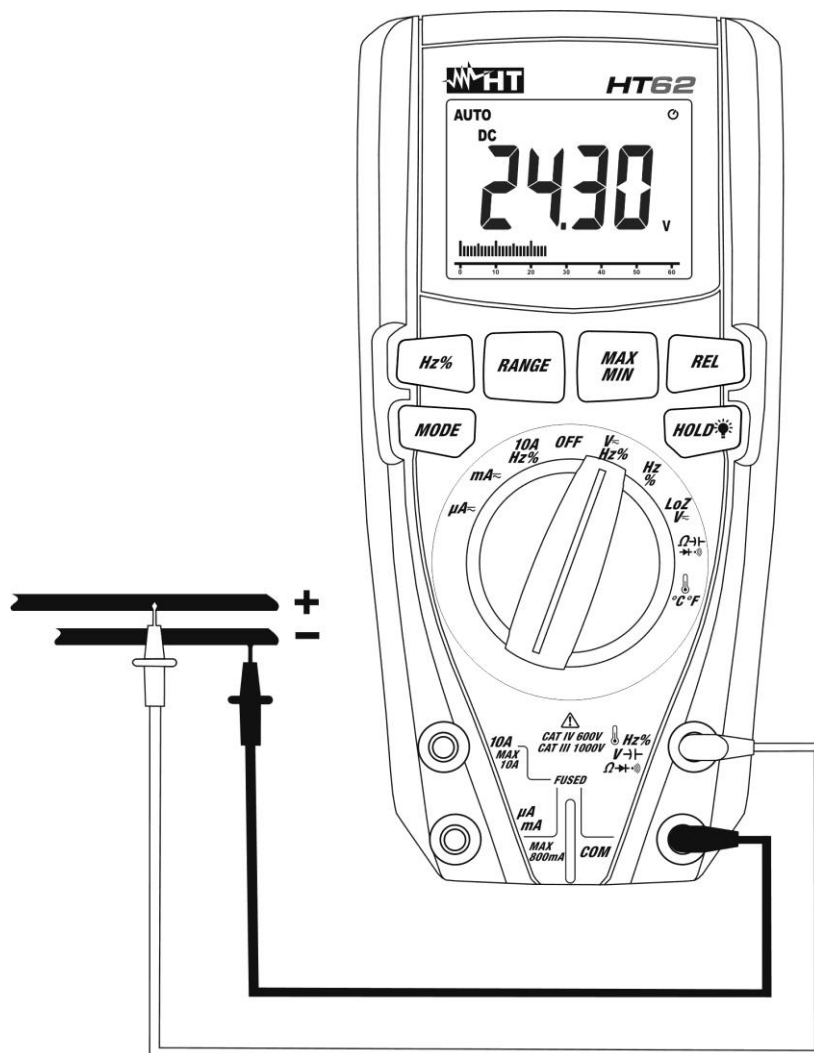
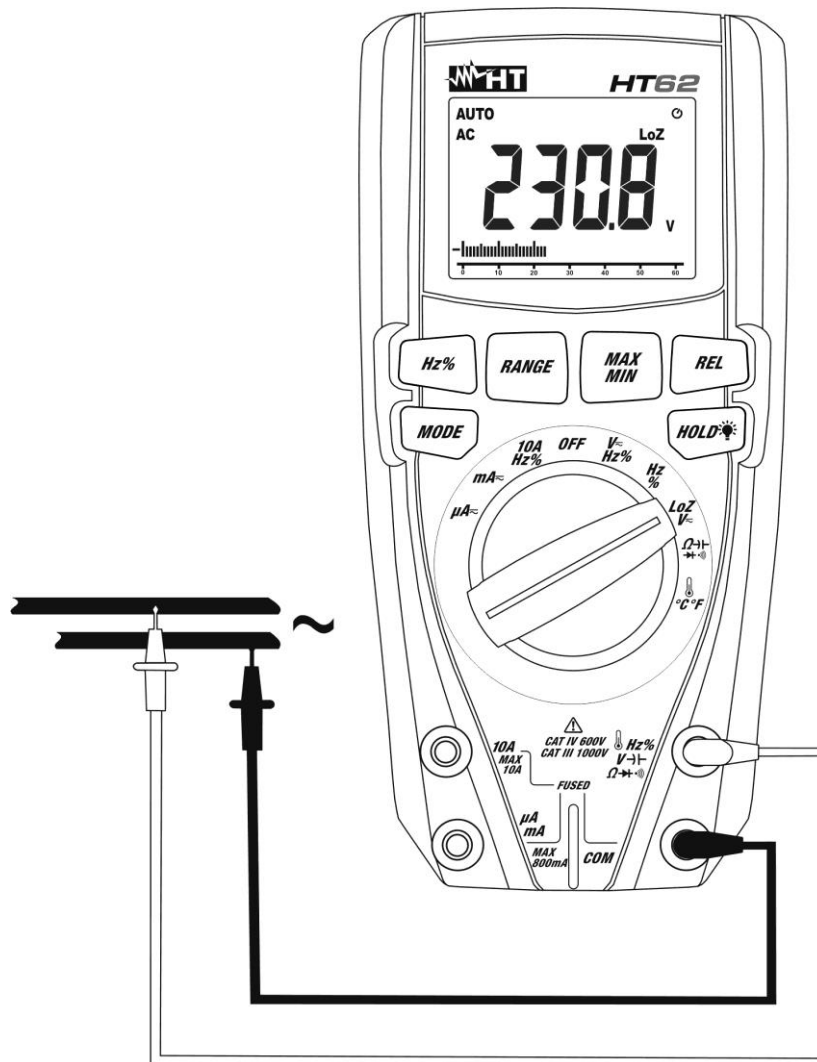

Fig. 2: Uso dello strumento per misura di Tensione DC
Fig. 4: Uso dello strumento per misura di Tensione AC/DC con funzione LoZ
4. Posizionare il puntale rosso ed il puntale nero rispettivamente nei punti a potenziale positivo e negativo del circuito in esame (vedere Fig. 2). Il valore della tensione è mostrato a display
6. La visualizzazione del simbolo "-" sul display dello strumento indica che la tensione ha verso opposto rispetto alla connessione di Fig. 2.
4. Posizionare il puntale rosso ed il puntale nero rispettivamente nei punti del circuito in esame (vedere Fig. 4) per misura di tensione AC. Posizionare il puntale rosso ed il puntale nero rispettivamente nei punti a potenziale positivo e negativo del circuito in esame (vedere Fig. 2) per misura di tensione DC. Il valore della tensione è mostrato a display